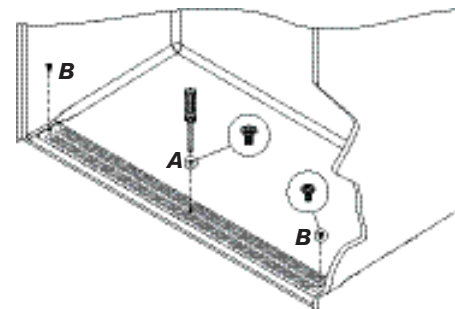

Figura 14
No lo ajuste. Luego instale los dos tornillos de cabeza chanfleada en cada uno de los orificios de montaje de los extremos (B). No lo ajuste. Cuando todos los tornillos estén en su lugar, ajuste primero el tornillo del centro, luego los tornillos en los orificios de los extremos. (Figura 14)